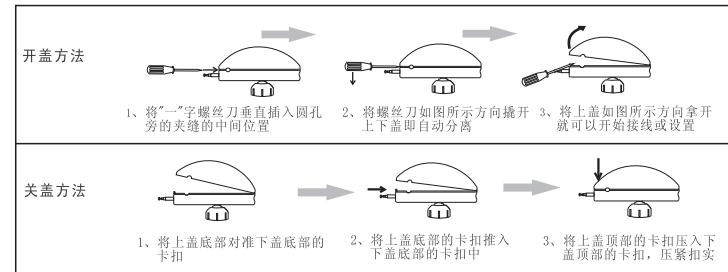

图1
三、开盖和关盖方法(如图1)
<p>五、安装工艺要求</p> <p>1、如图7, 安装位置应避开正对门窗及其他突发光源(如车头灯)的直接照射。 2、如图8, 因红外探测器对空气对流和温度敏感, 因此安装的位置应避免靠近冷热源和空气对流量大的地方:如通风口、空调、电暖器、门窗口。 3、人体的移动方向相对于红外探测器应当形成横向移动时灵敏度最高, 如图5。而不应当正对红外探测器, 如图9。 4、探测器对防护区域应可直视, 不应有障碍物, 以免形成探测盲区, 如图10。 5、安装应当根据实际防护要求选择最佳的安装方式与位置, 如图11。</p> <p>六、实际安装与使用</p> <p>1、如图1, 打开探测器, 根据实际需要对探测器进行设置。建议壁挂时采用双脉冲报警模式以减少误报, 如需要提高灵敏度可采用单脉冲模式。 2、拆除电池隔板, 指示灯闪烁表示上电封锁开始。上电封锁期间, 测试人员不可在探测区域内活动, 直到封锁时间结束(指示灯停止闪烁), 才可以进 ⑪</p>	<p>行测试。 3、将探测器外壳装好, 将报警主机布防, 然后用手模拟人体在探测器镜片前方大概20厘米位置移动进行模拟报警, 看是否符合您的要求。若不符合要求可将探测器断电重新进行设置, 然后上电, 直到测试通过。 4、将报警主机撤防, 打开探测器上盖后报警主机将立即报警, 表示防拆功能正常。 5、将安装底座固定在欲安装位置并使用钉子或自攻螺丝锁紧(如图12); 将探测器支架放入底座(如图13)根据“安装工艺要求”调整好角度(如图14), 确认无误后将支架固定部件旋紧(如图15)。 6、模拟报警: 把探测器电源连接好, 将主机布防, 上电封锁完成后即可进行测试。 (1)当设置为双向报警模式(如图4), 则人体穿越探测区域后, 探测器指示灯长亮约2秒, 主机立即报警。探测器报警结束后将主机撤防再布防, 等待15 ⑫</p>